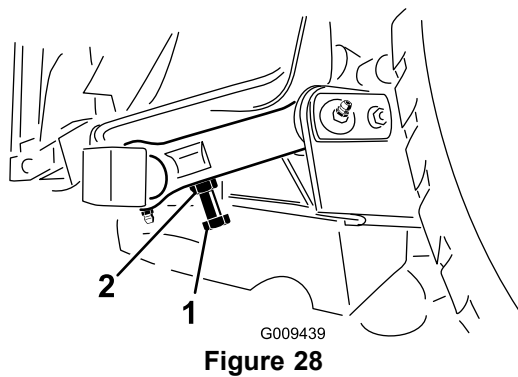

Figure 28
3. Pour ajuster la distance, trouvez le boulon sur la biellette de pivot arrière du plateau de coupe (Figure 28). Desserrez l'écrou de blocage sur le boulon de réglage. Desserrez ou serrez les boulons de réglage